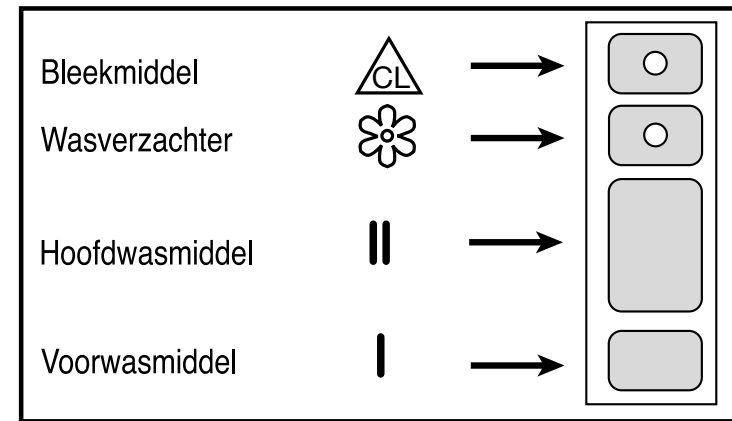

fig. 10
- Eventueel een uitgestelde programmastart (7) instellen.
- Wasmiddel toevoegen in het reservoirtak (fig. 10).
- Let erop, dat bij gebruik van wasverzachter het niveau niet boven de MAX markering in het wasverzachtvak (fig. 10) uitkomt. Zie de aanwijzingen op de verpakking!